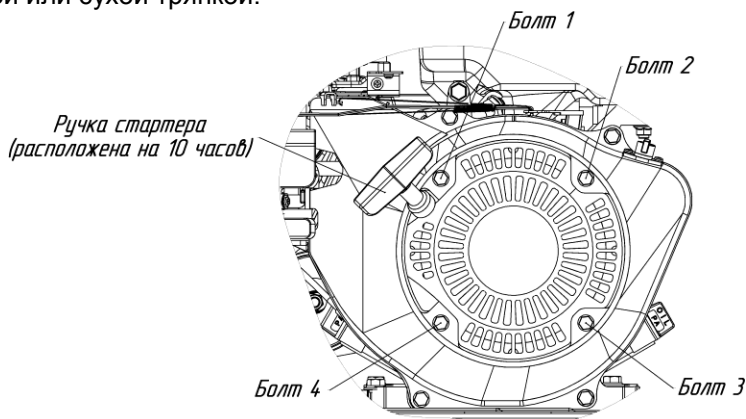

Рис.17. Схема крепления стартера на двигателе
- открутить 4 болта (см. рис.17);
- установить стартер на место таким образом чтобы ручка стартера была расположена на 10 часов (см. рис.17);
- закрутить 4 болта (см. рис.17).